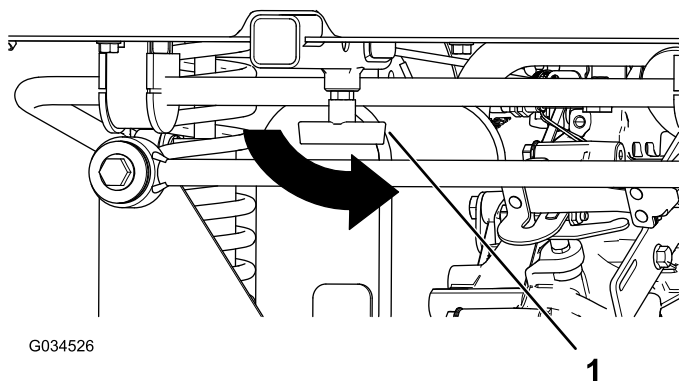

Figura 9
8. Serrate la maniglia a T sul tubo ricevente (Figura 9).